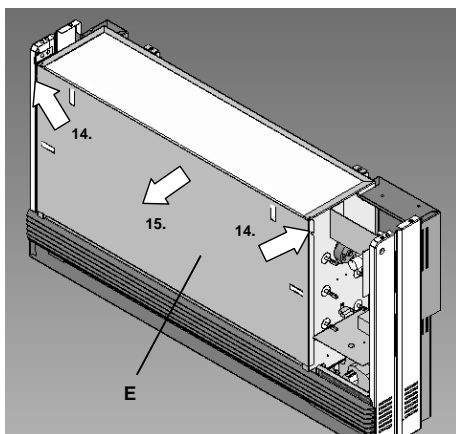

fig.11 Enlever la tôle
- Enlevez la tôle intérieure (fig.11):
14. Faites glisser avec précautions la tôle (E) vers le haut entre les vis de fixation à gauche et à droite en la prenant par le dessous.